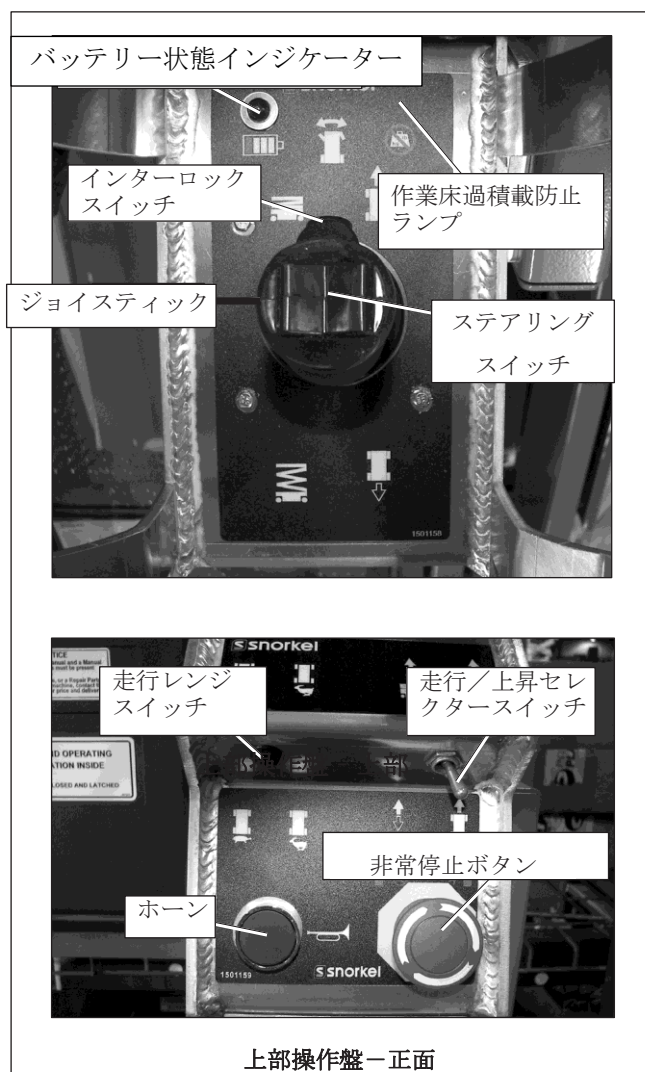

図9.2 - 上部操作盤
5. 上部操作盤で、非常停止ボタンを引き出します（図9.2を参照）。
1. 走行／上昇セレクトスイッチ（図9.2を参照）を、上昇位置にします。
1. 走行／上昇セレクトスイッチ（図9.2を参照）を、走行位置にします。